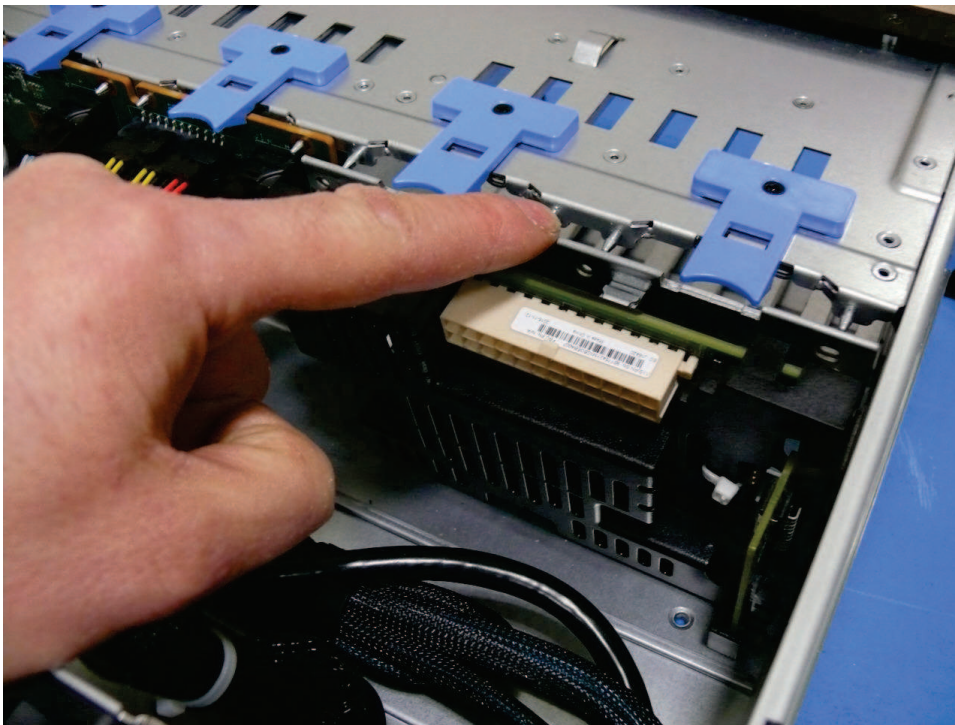

Figura 153. Removendo o painel traseiro de bateria do 2145-SV1
1. Levante as guias de bloqueio azuis e empurre levemente para trás no painel traseiro de bateria, conforme mostrado em Figura 153 na página 193. Em seguida, levante o painel traseiro de bateria do chassi.